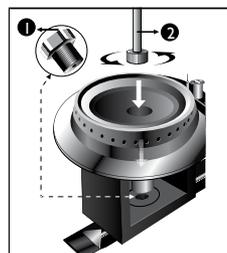

Figura 18
- Con una llave de copa de 8 mm, desmonte el inyector de la fuente de calor identificado en la parte superior con el número 1.02, o 1.50 según el tipo de gas (Ver tabla 7) girándolo hacia la izquierda (sentido contrario al de las manecillas del reloj). En su lugar, monte el nuevo inyector. En esta operación debe emplearse sellante de traba química de fuerza media para evitar fugas cuando el producto opere con gas natural (Ver figura 18).